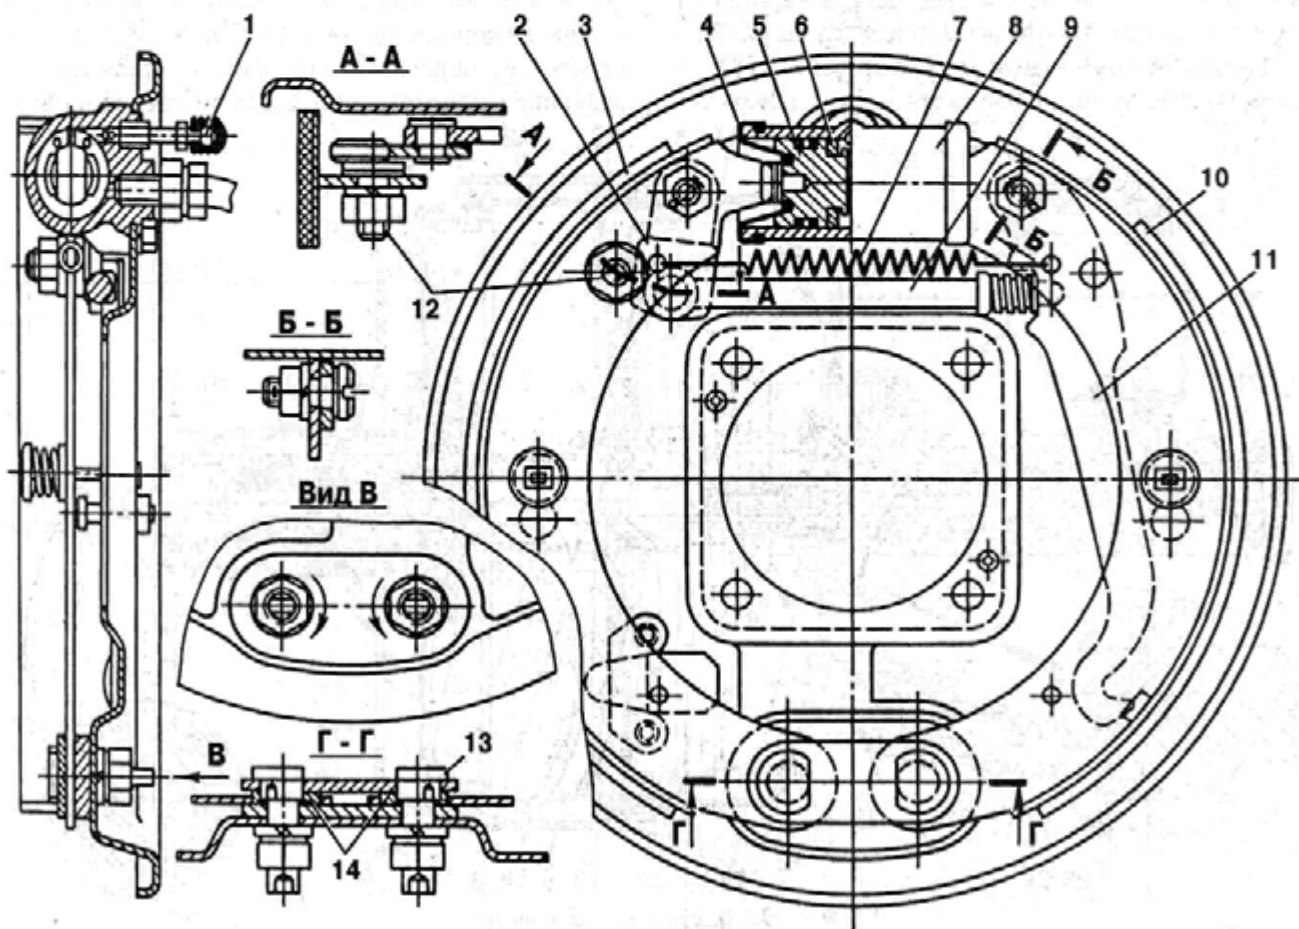
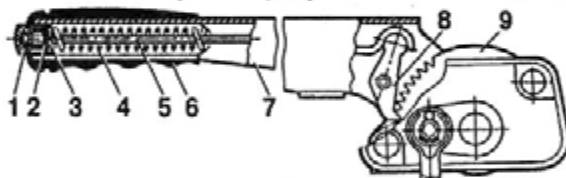
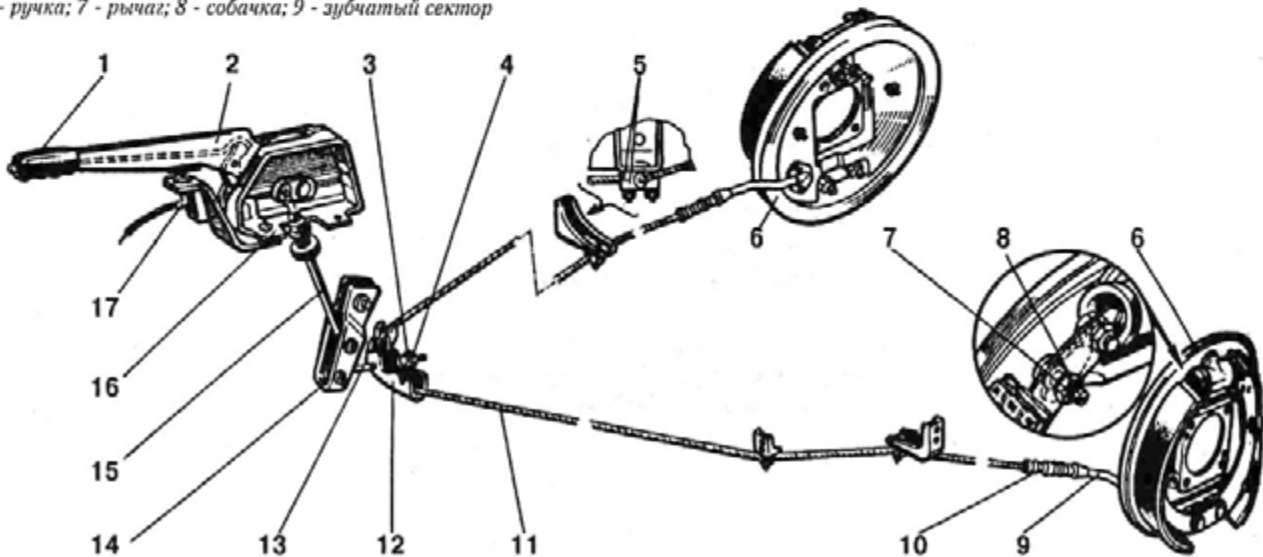

Рис. 170. Задний тормозной механизм:
Рис. 177. Рычаг стояночного тормоза:
Рис. 176. Стояночный тормоз:
Задний тормозной механизм (рис. 170) имеет один колесный цилиндр 8 двухстороннего действия с внутренним диаметром 28 мм, который приводит в действие обе колодки 3 и 10. Передняя колодка 3 имеет накладку длиной 290 мм, а задняя колодка 10 одинаковая с колодками переднего тормоза.
Стояночный тормоз (рис. 176) действует на задние тормозные механизмы. Кронштейн 16 с рычагом 2 привода стояночного тормоза крепится четырьмя болтами к переходному кронштейну, который приварен к передней панели пола. При перемещении рычага стояночного тормоза вверх тяга 15 поворачивает рычаг 14, на нижнем конце которого шарнирно закреплена тяга 13 уравнивателя.
Через направляющие трубки 9 и защитные резиновые чехлы 10 концы троса входят в тормозные механизмы и соединяются с приводными рычагами 11 (см. рис. 170) при помощи вилок и наконечников, обжатых на тросах. Приводной рычаг 11 качается на оси, закрепленной на задней колодке 10 гайкой с пружинной шайбой. Рычаг при помощи разжимного стержня 9, маятникового рычага 2 и регулировочного эксцентрика 12 соединен с передней колодкой 3 заднего тормоза. Рычаг 7 (рис. 177) стояночного тормоза удерживается в поднятом
положении при помощи храпового механизма, состоящего из собачки 8 и зубчатого сектора 9. При этом выключатель 17 (см. рис. 176) включает на комбинации приборов красный сигнализатор.
Для возвращения рычага в исходное положение следует, преодолевая сопротивление пружины 4 (см. рис. 177), утопить кнопку 1. При этом тяга 5 повернет на своей оси собачку 8. Собачка выйдет из зацепления с зубчатым сектором 9 и рычаг 7 сможет опуститься в первоначальное положение, утопив в конце своего хода кнопку электрического выключателя. На панели приборов выключится сигнализатор.
Стояночный тормоз должен обеспечивать надежное удержание автомобиля с полной нагрузкой на уклоне и спуске не менее 25 % при приложении к ручке 1 (см. рис. 176) рычага стояночного тормоза усилия, не превышающего 40 кгс. При этом запирающий механизм должен сделать 5...6 щелчков. Увеличенный ход рукоятки зависит от степени износа накладок и барабана задних тормозных механизмов, а также от большого свободного хода в механизме привода.
1. Убедиться в правильности регулировки рычага 11 (см. рис. 170) привода стояночного тормоза. Для этого: отвернув контргайку 4 (см. рис. 176) и гайку 3, снимите с тяги 13 трос 11 с уравнивателем 12, снимите защитные чехлы 10 с направляющих трубок 9 и, перемещая рукой трос, измерьте его перемещение относительно торцов направляющих трубок. Трос следует перемещать с небольшим усилием в пределах свободного хода приводного рычага 11 (см. рис. 170). Перемещение троса должно быть в пределах 4...6 мм.
2. При необходимости отрегулируйте свободный ход рычага привода. Для этого: поднимите домкратом задний мост; снимите задние колеса и тормозные барабаны; ослабив гайку 7 (см. рис. 176) и поворачивая эксцентрик 8, установить свободный ход приводного рычага в пределах 4...6 мм. Свободный ход следует измерять на нижнем конце приводного рычага, используя прорезь в ребре колодки или измеряя перемещение троса относительно торца направляющей трубки, как было сказано выше; надежно затяните гайку эксцентрика, удерживая эксцентрик от проворачивания; поставьте на место тормозные барабаны и задние колеса; поставьте на место резиновые защитные чехлы и уравниватель с тросом.